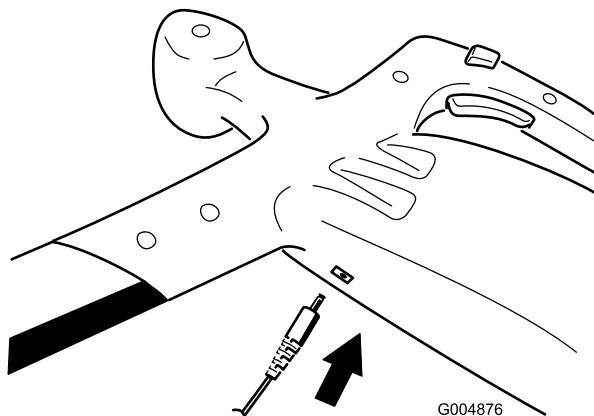

Figura 3
1. Inserte la clavija del cargador en el enchufe de la desbrozadora (Figura 3).